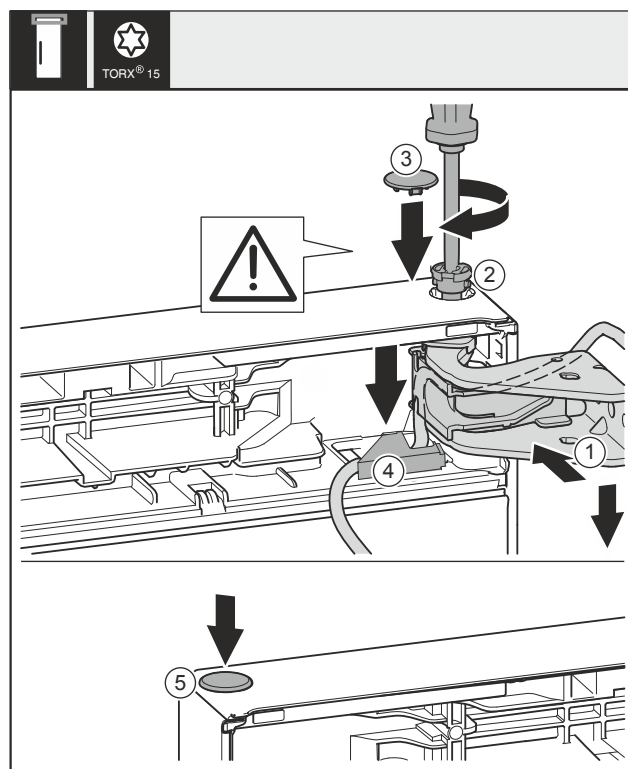

Fig. 44
- ▶ Indjuster døren foroven i forhold til åbningen i hængslet Fig. 44 (1).
- ▶ Indsæt boltten Fig. 44 (2), og skru den fast med en skrue-trækker.
- ▶ Monter sikringsafdækningen til sikring af døren: Indsæt sikringsafdækningen Fig. 44 (3), og kontrollér, om den hviler på døren. Ellers sættes boltten helt ind.
- ▶ Indsæt afdækningen Fig. 44 (4), og tryk den ned, til den går i indgreb.
- ▶ Indsæt proppen Fig. 44 (5).